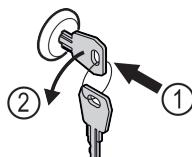

Fig. 181
- Вдавити ключ. Fig. 181 (1)
- Повернути ключ на 90° проти годинникової стрілки. Fig. 181 (2)